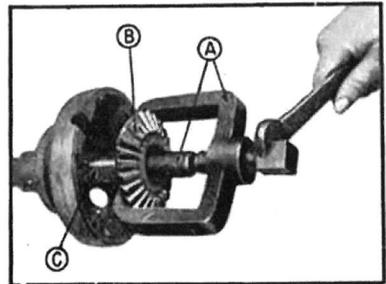

Fig. 184. — Démontage d'un planétaire.
- 4—Dégoupiller et dévisser les écrous bloquant les pignons planétaires, démonter ces pignons des arbres en se servant de l'arrache-pignon spécial (fig. 184).